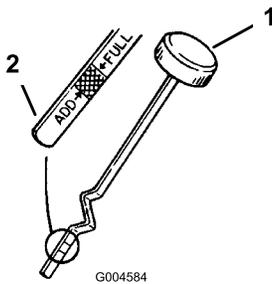

Figure 19
9. Retirez la jauge d'huile et essuyez soigneusement l'extrémité métallique (Figure 19).